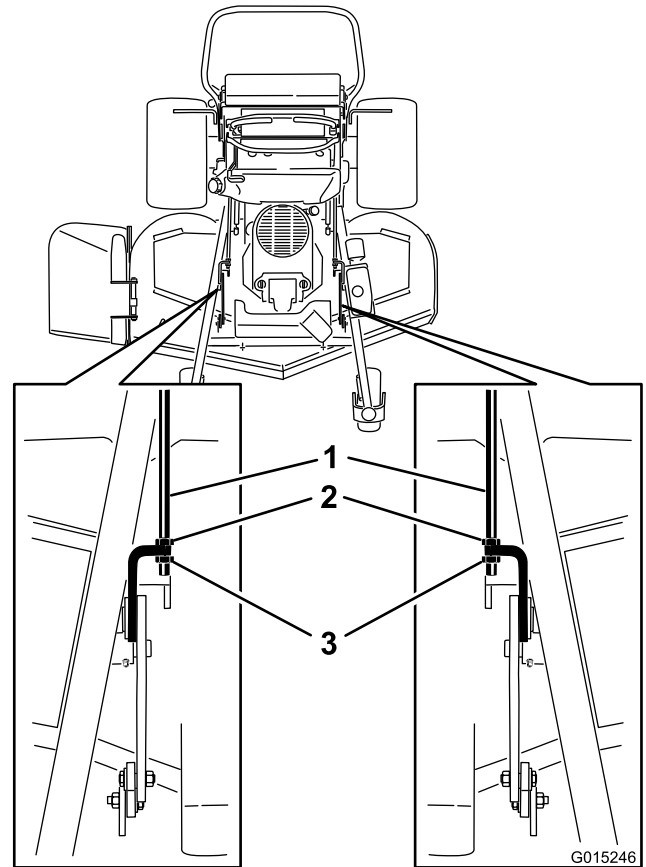

Figura 87
2. Allentate i bulloni anteriori e posteriori a livello delle aste di regolazione (Figura 87).
3. Il peso del piatto di taglio deve appoggiare su tutti e tre i pezzi da 5x10 (Figura 87). Il bordo posteriore del piatto di taglio è di 6 mm più basso rispetto al bordo anteriore dello stesso.
6. Se le dimensioni non sono giuste, regolate i dadi anteriori e posteriori su entrambi i lati fino a ottenere l'inclinazione longitudinale giusta (Figura 87).